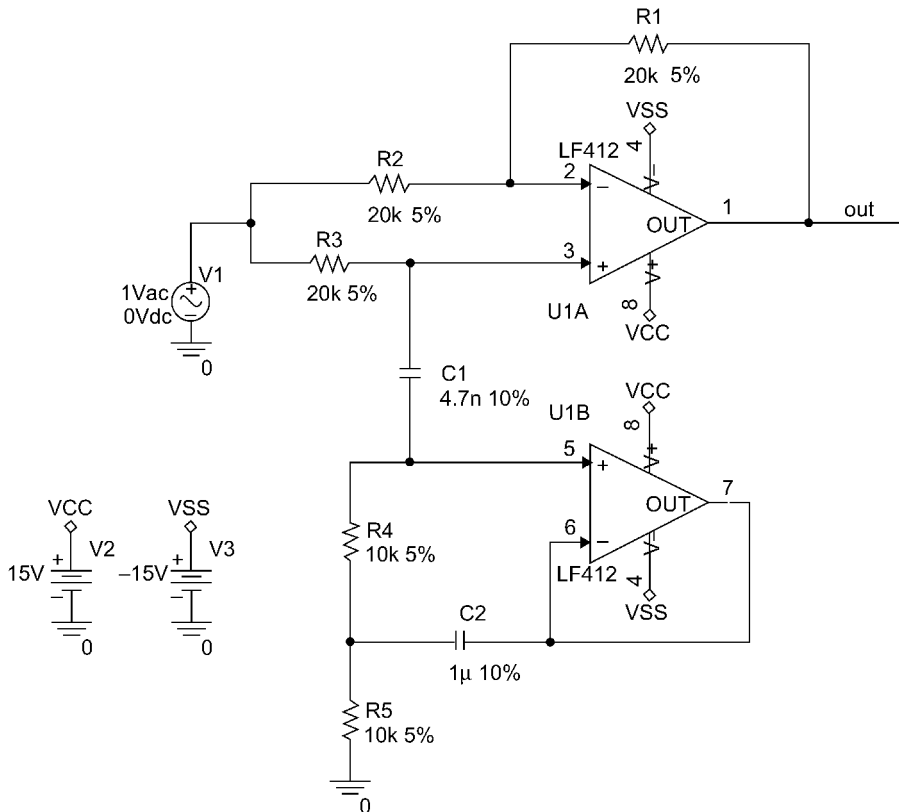

图 11.4 陷波滤波器电路图
1. 绘制如图 11.4 所示的电路图。LF412 为双运算放大器，选自 opamp 元件库，用户也可以根据实际情况，选择其他运算放大器。